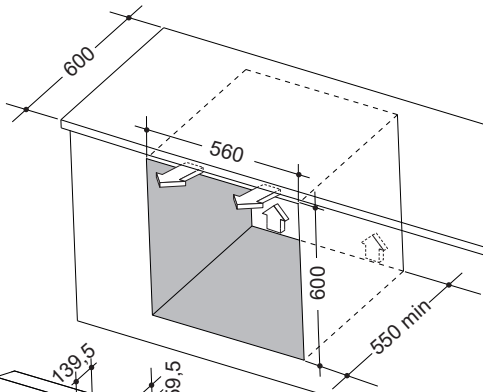

Fig. 1.1
- L'installation nécessite un compartiment spécial, comme illustré aux figures 1.1 et 1.2. Le four devra reposer à la partie inférieure sur des supports capables d'en supporter tout le poids.
Pour procurer au four une aération interne indispensable, il est nécessaire que le meuble dispose d'un ventilation comme indiqué sur les figures 1.1, 1.2, 1.3 et 1.4.